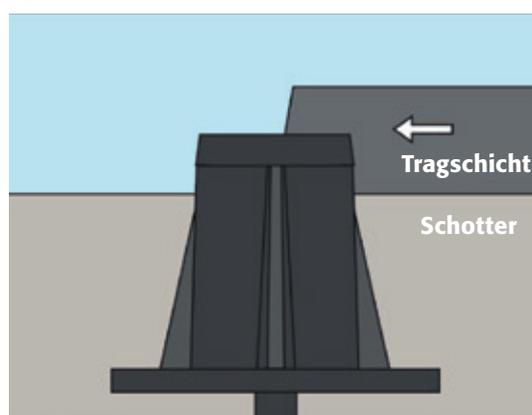

Abb. 2
6. Schieben Sie das Oberteil nach unten. Jetzt kann der Fertiger die Tragschicht über die Kappen legen. (**Abb. 2**)